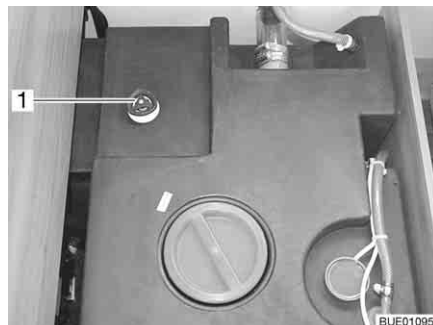

Bild 209 Vattentank med ratt
- Vrid ratten på vattentanken moturs mot motståndet till stoppläget (Bild 209,1) för att öppna utloppsöppningen helt.